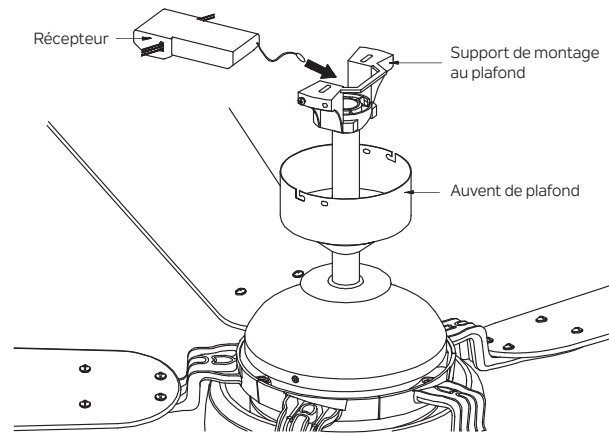

Fig. 15
Étape 1. Une fois la connexion établie, le récepteur s'insère dans le support de suspension de la tige de suspension. L'auvent se lève pour couvrir le récepteur et le support. (Fig. 15)